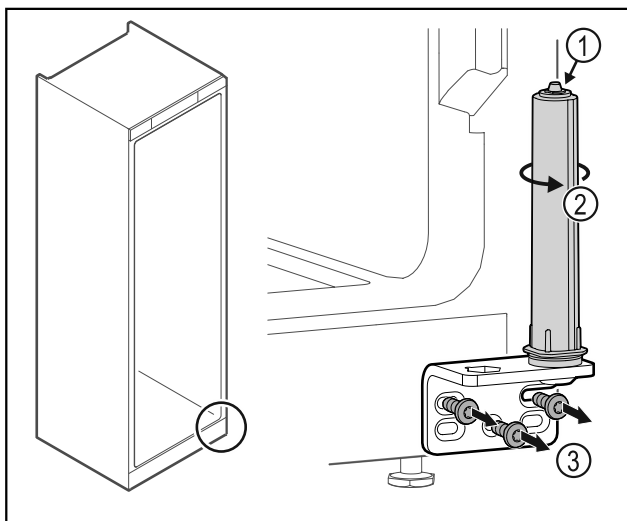

Fig. 49
- Ikke ta fra hverandre dørlukkesystemet Fig. 49 (1).
- Drei på lukkesystemet Fig. 49 (2) til det sier klikk.
- Skru av hengselvinkelen Fig. 49 (3).